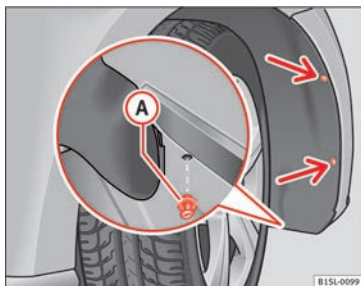

Fig. 147 I hjulkassen forrest i højre side: Sådan skrues skrue(rne) (pile) ud, og sådan fjernes låseclipsen **A**.
1. Skru to skrue(r) til hjulkassebeklædningen » **Fig. 147** (pile) ud med skruetrækkeren fra bilens værktøj » Side 167.
10. Sæt låseclipsen ind i hjulkassebeklædningen og stødfangeren, og tryk den helt i » **Fig. 147** **A**.
11. Skru de to skrue(r) » **Fig. 147** (pile) fast med skrue-trækkeren.